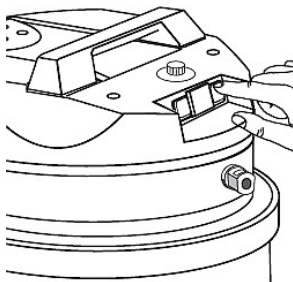

Abb. 9: EIN / AUS Schalter
Schritt 7: Stecken Sie den Stecker in die Steckdose und schalten Sie das Gerät am roten Schalter (Pos. A, Abb. 9) ein.